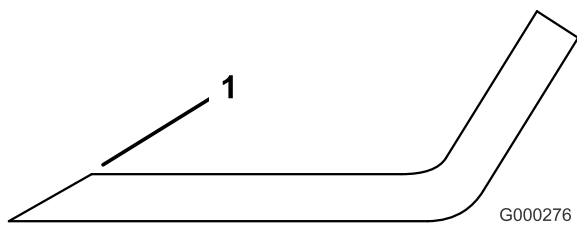

Figura 75
1. Afile el filo de corte en ambos extremos de la cuchilla (Figura 75). Mantenga el ángulo original. La cuchilla permanece equilibrada si se retira la misma cantidad de material de ambos bordes de corte.